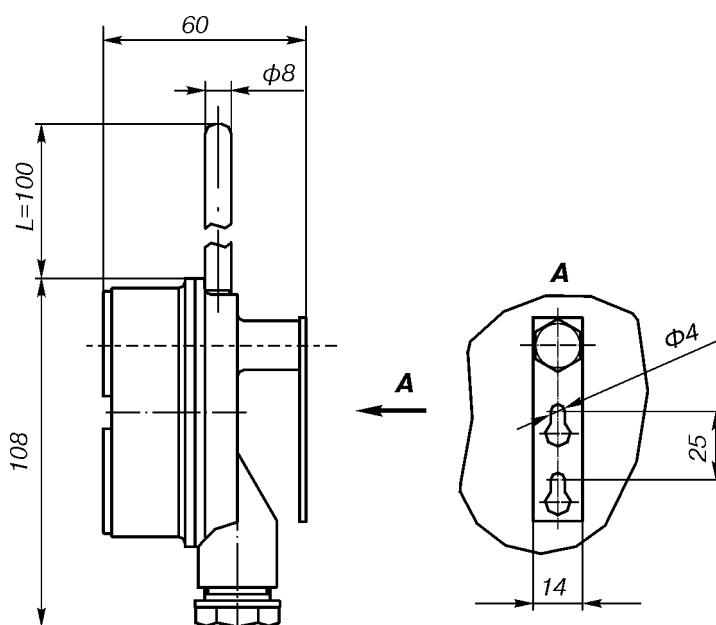

Рис.4.
**Назначение:** термопреобразователи сопротивления платиновые **ТСП Метран-206** по рис.4 предназначены для измерения температуры воздуха в помещениях различного назначения.
**04\*** по рис.4
3. Длина монтажной части, L, мм (табл.1, 2 и примечание; рис.4).
**-50...150°C** (только для рис.4)